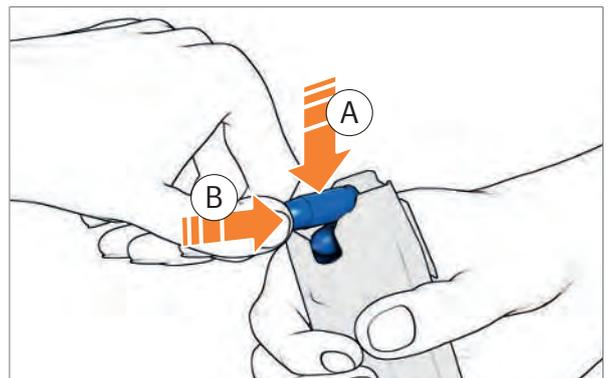

Abb. 45: Magazin füllen
2. Patrone unter die Magazinlippen drücken (Abb. 45).
3. Patrone bis zum Anschlag nach hinten schieben (Abb. 45).